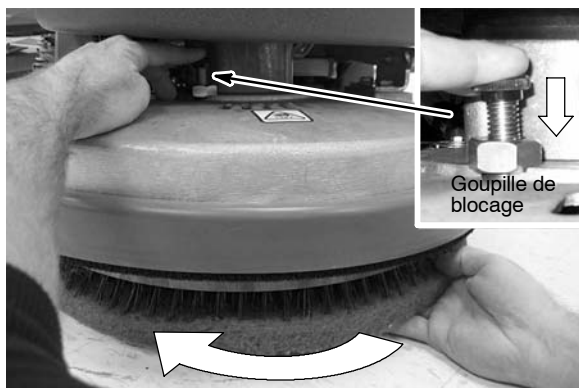

FIG. 11
- Pour retirer le système d'entraînement de patin/la brosse, enfoncez la goupille de blocage du moyeu de moteur et tournez dans le sens des aiguilles d'une montre le système d'entraînement de patin/la brosse (Figure 11).